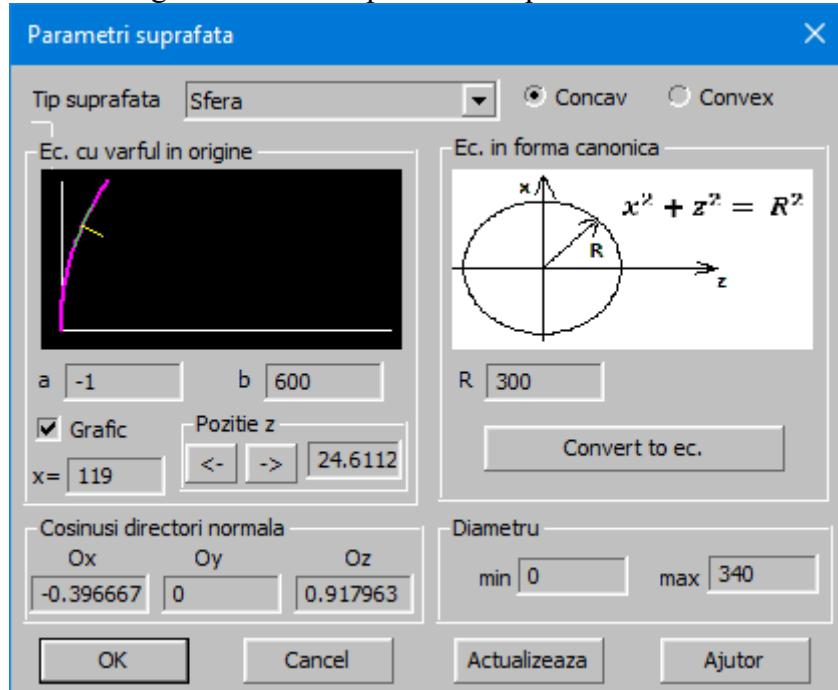

Fig. 6.5.2 Fereastra ptr. editat suprafete cuadrice
- **Grafic** – prin marcarea acestui camp se creaza un grafic cu generatoarea suprafetei, conf. Fig. 6.5.2. Graficul are pe abscisa axa Oz, pe ordonata axa Ox (**ATENTIE! Este sistem de referinta propriu componentei optice**). Acest grafic se afiseaza ptr. a verifica corectitudinea datelor si ca STRAT genereaza corect normala la suprafata.